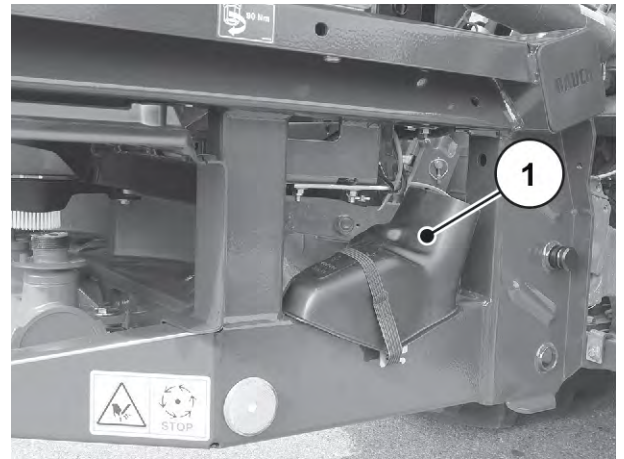

Рис. 33: Положение лотка для установки нормы внесения
- Подготовьте лоток для установки нормы внесения. См. *Рис. 33 Положение лотка для установки нормы внесения*